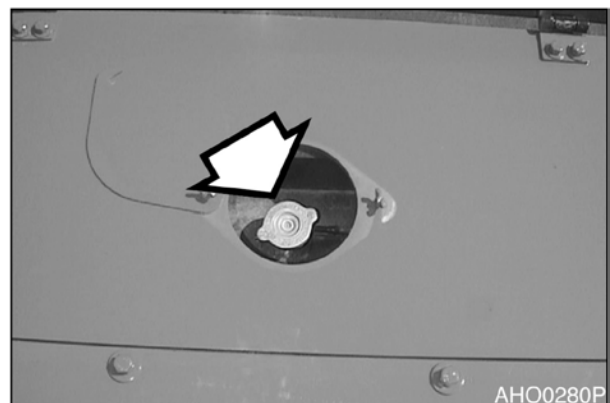

Рис. 77
1. Медленно снять крышку радиатора (рис. 77), чтобы стравить остаточное давление.